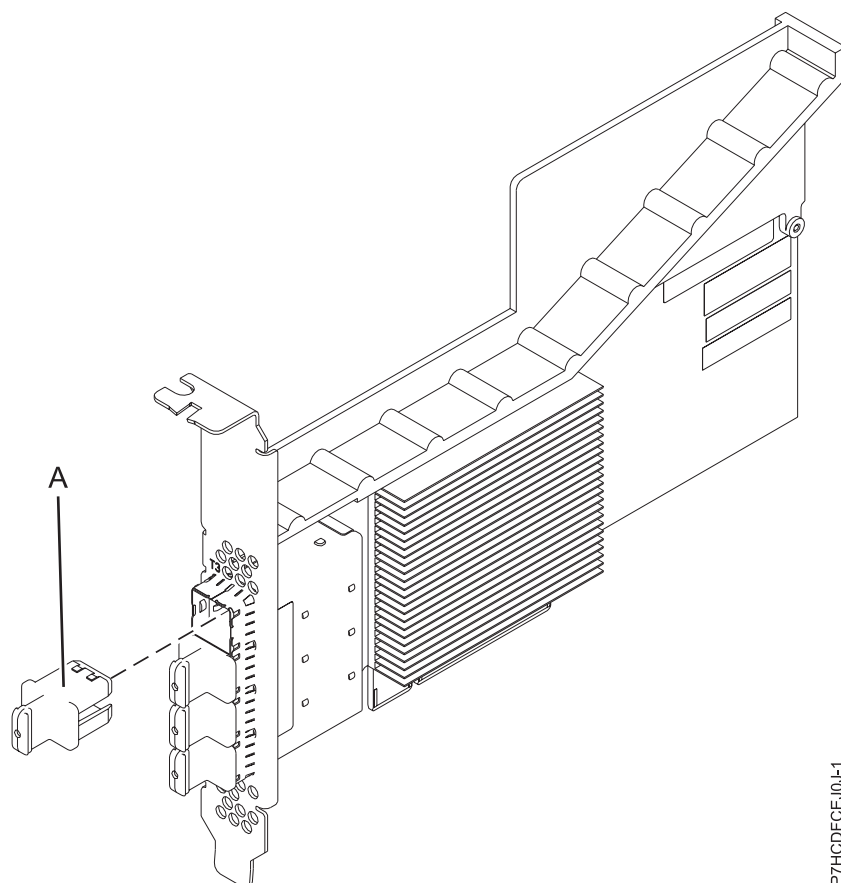

Figura 25. Adaptador PCIe3 RAID SAS
El adaptador PCIe3 RAID SAS cuatripuerto 6 Gb Adapter es un adaptador PCI Express (PCIe) de generación 3 RAID SAS con un factor de forma corto y altura reducida, pero empaquetado para una instalación de altura completa. El adaptador se utiliza en aplicaciones SAS (SCSI con conexión en serie) de alto rendimiento y alta densidad. Admite la conexión de disco SAS y cinta SAS utilizando cuatro miniconectores SAS de alta densidad (HD) x4 que permiten utilizar los enlaces físicos en diversas configuraciones de puerto estrecho y ancho. la conexión de cinta SAS sólo está soportada en una configuración de un solo adaptador y no puede combinarse con discos SAS en el mismo adaptador. El adaptador no tiene memoria caché de escritura. La Figura 25 en la página 79 muestra el adaptador PCIe3 RAID SAS cuatripuerto 6 Gb Adapter.
La Figura 25 muestra el adaptador. El conector **(A)** está instalado en un puerto vacío y evita daños en dicho puerto cuando se conecta o retira un cable de los conectores de puerto adyacentes.